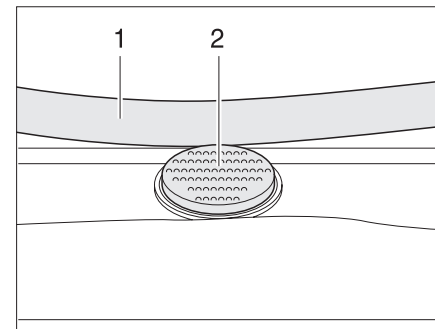

Fig. 33 Botón de seguridad en la claraboya Heki
- ▶ Pulsar el botón de seguridad (Fig. 33,2) y tirar la horquilla (Fig. 33,1) hacia abajo con ambas manos.